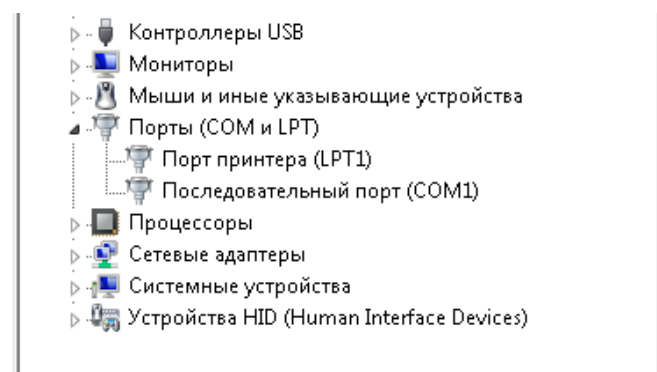

Рис. 4 Диспетчер устройств перед подключением адаптера
- 2) нажмите правой кнопкой мыши по значку «Мой компьютер» -> «Свойства системы» -> «Диспетчер устройств» -> «Порты» (Рис.4).